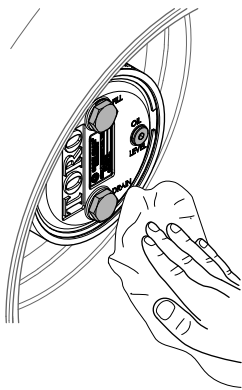

Bild 105
3. Wischen Sie das Gehäuse des Planetengetriebes und der Bremse ab (Bild 105).